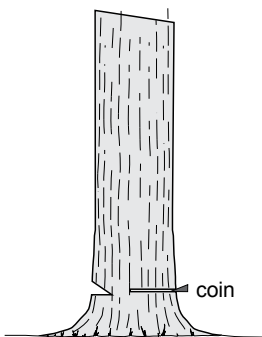

Fig. 26
- > Enfoncez les coins petit à petit pour aider à faire basculer l'arbre (Fig. 26).